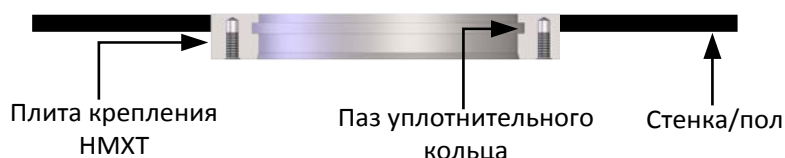

Рисунок 14: Монтаж плиты крепления заподлицо
1. Когда плита крепления будет приварена на место, убедитесь, что она установлена заподлицо с внутренней поверхностью (Рисунок 14).